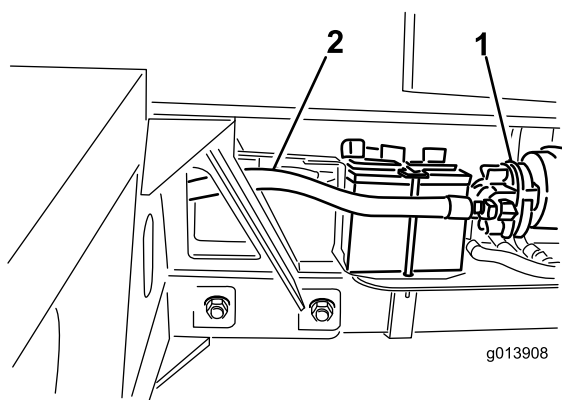

Figura 12
- Collegate il flessibile idraulico n. 4 al lato di aspirazione della pompa idraulica (Figura 12).